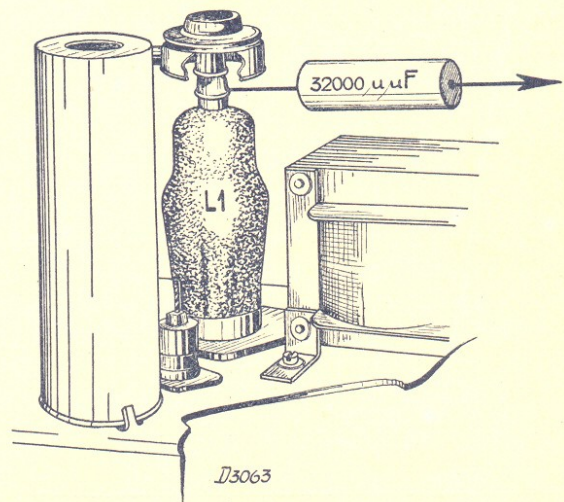

Fig. 2
4. Appliquer un signal modulé de 128 kc à travers 32.000 $\mu\mu\text{F}$ sur la connexion du sommet de la lampe L1 (voir figure 2).